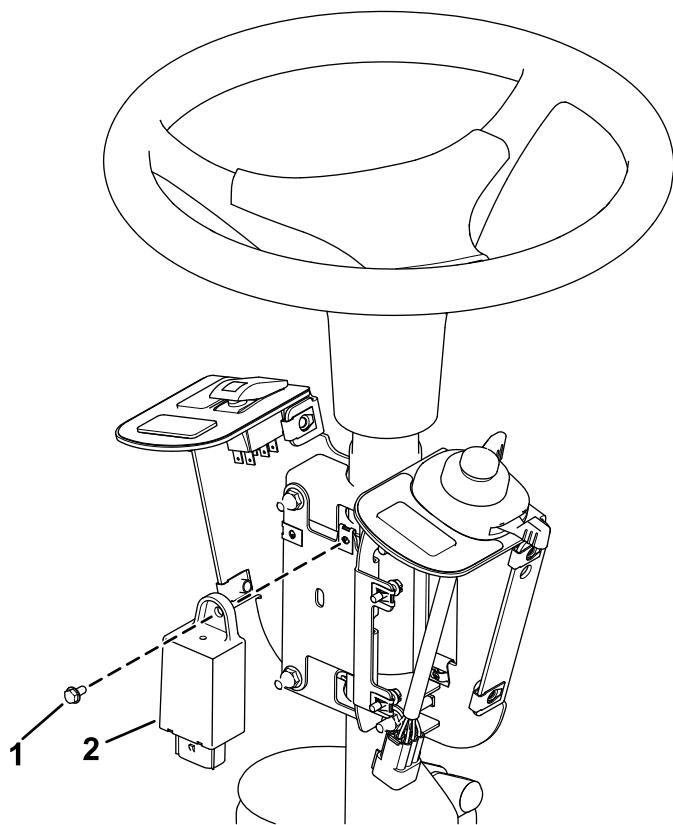

Bild 6
4. Befestigen Sie den Blinker mit einer Schraube (Nr. 10 x $\frac{3}{8}$ ") auf der Montageplatte der Sicherung, wie in **Bild 6** dargestellt.